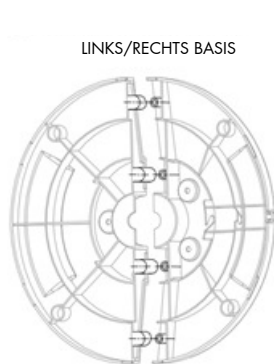

Abb. 1
1. Montieren Sie den linken und rechten Sockel als Einheit (Abb. 1). Als nächstes müssen Sie die Position der Unterseite des Ventilators und des Sockels aufeinander abstimmen.